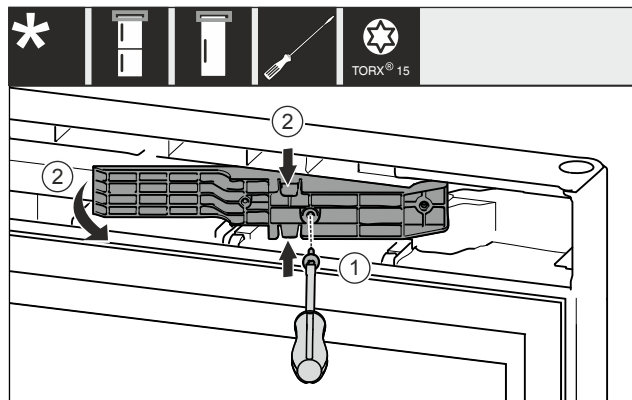

Fig. 12 *
- ▶ Allentare le viti con il cacciavite T15. Fig. 12 (1)*
- ▶ Estrarre l'adattatore. Fig. 12 (2)*